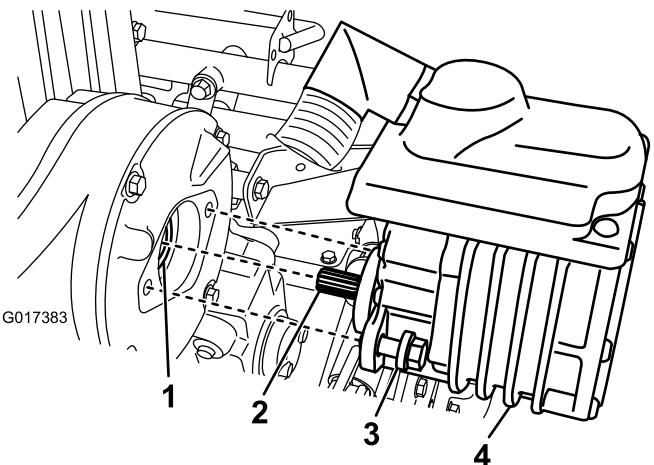

Figura 40
2. Remova os 2 parafusos que fixam a consola à estrutura da transmissão (Figura 40).
4. Adicione uma ou duas injeções de massa lubrificante a partir de uma pistola de lubrificação no acoplador fêmea da caixa de transmissão (Figura 40).